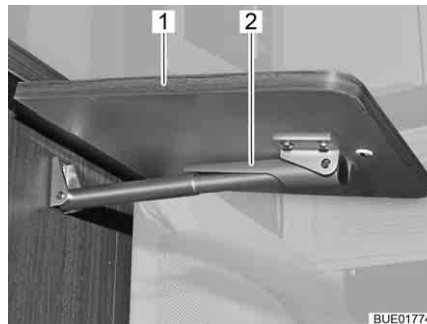

Bild 138 Klappbord till köksbänk, upplåst
- Lyft lätt klappbordet till köksbänk (Bild 138,1). Med den andra handen trycker du fästet (Bild 138,2) vid teleskoparmen uppåt.